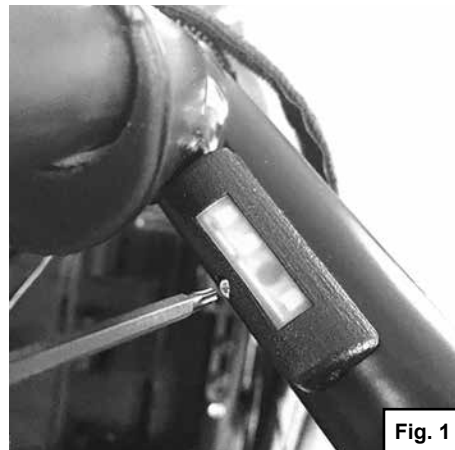

Fig. 1
5. Tighten the self-tapping screw with a max. torque of 2Nm (Fig. 1)
5. Ziehen Sie die Schneidschraube mit einem Drehmoment von max. 2 Nm an (Fig. 1)
5. Serrez la vis auto-taraudeuse à un couple de serrage maximum de 2 Nm (Fig. 1)